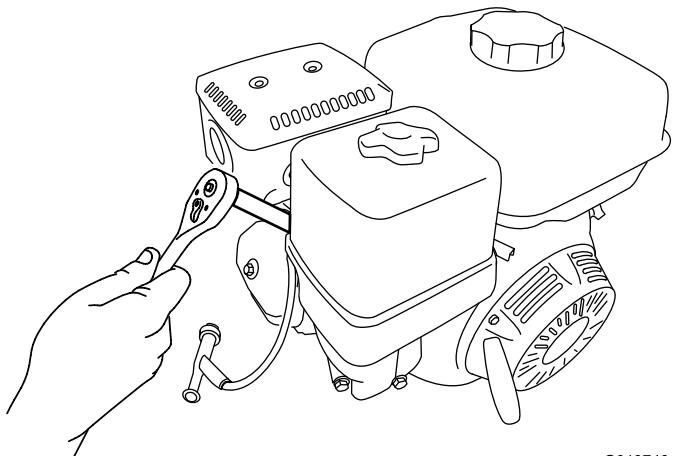

Figura 43
- 5. Gire la bujía en sentido antihorario usando una llave para bujías de 21 mm (13/16") para desmontar la bujía y la junta (Figura 43).
2. Gire la bujía en sentido horario usando una llave para bujías de 21 mm (13/16") hasta que la bujía y la junta estén asentadas (Figura 43).